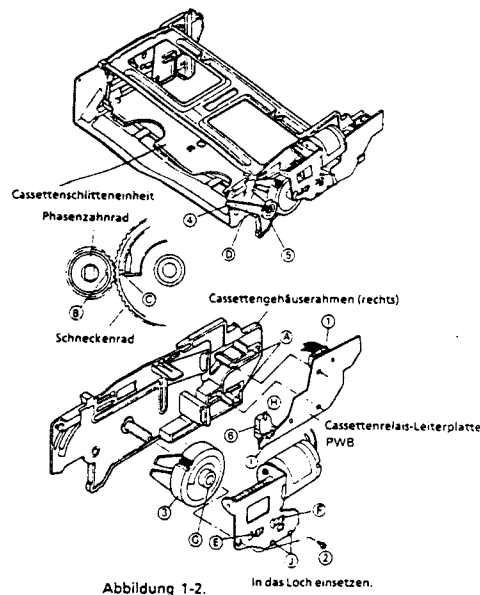

Abbildung 1-2. In das Loch einsetzen.
ZERLEGEN UND ZUSAMMENBAUEN DER SCHNECKENRADEINHEIT**• Zerlegen (Abb. 1-2)**
1. Den Steckverbinder ① von der Cassettenrelais-Leiterplatte entfernen.
2. Die beiden Lamellen ② an der Cassettenrelais-Leiterplatte lösen, und die Cassettenrelais-Leiterplatte vom Rahmen entfernen.
3. Die Schraube ③ von der Cassettenmotorhalterung abschrauben, und die Cassettenmotoreinheit zusammen mit der Cassettenrelais-Leiterplatte vom Cassettengehäuserahmen entfernen.
4. Die Schneckenradeinheit ④ herausziehen.
• Zusammenbauen (Abb. 1-2)
2. Das Phasenzahnrad ⑤ bis zum Anschlag im Uhrzeigersinn drehen.
3. Nach dem Zusammenbauen der Schneckenradeinheit die Einstellmarke ⑥ der Schneckenradeinheit auf die Einstellmarke ⑦ des Phasenzahnrads ausrichten. Dann diese in die Rahmenachse einsetzen, wobei darauf zu achten ist, daß der Zapfen ⑧ der Cassettenschlitteneinheit mit der Antriebsarmnut im Eingriff steht. Bei dieser Arbeit kann es vorkommen, daß das Schneckenrad von der Rahmenachse fällt; daher darauf achten, das Schneckenrad mit der Hand festzuhalten.
4. Den Zapfen ⑨ des Zeitsteuerhebels auf die Schneckenradnut ⑩ ausrichten, und die Schneckenradeinheit mit der Schraube ⑪ befestigen.
5. Den Zapfen ⑫ des Zeitsteuerhebels auf die Nut ⑬ des Cassetten-Betriebsartenschalters ⑭ ausrichten, und die Cassettenrelais-Leiterplatte mit der Lamelle ② des Rahmens befestigen; dabei nachprüfen, ob die beiden Zapfen ① des Cassetten-Betriebsartenschalters fest in die Cassettenmotorhalterungsnut ① eingreifen.